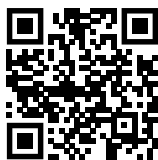

Fig. 139
- ▶ Åbn Liebherr SmartMonitoring Dashboard. (se Fig. 139) På køle-/fryseapparatet: